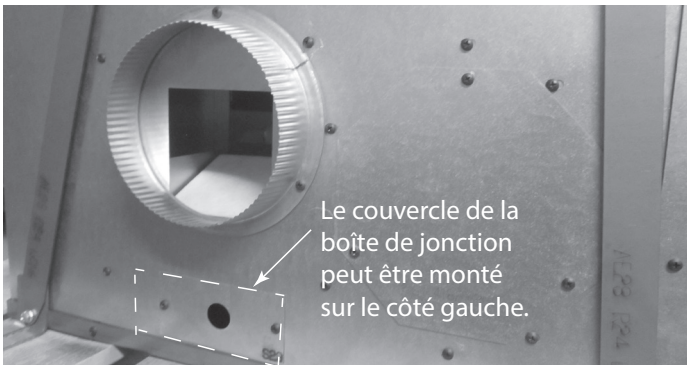
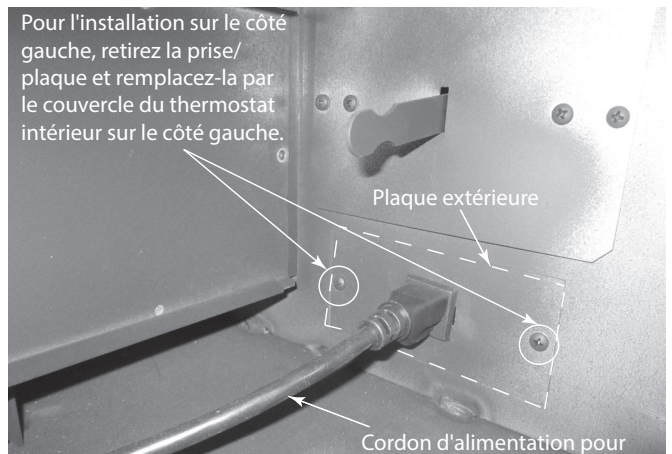

Figure 4.1 Couvercle de boîte de jonction (côté droit représenté)
Figure 4.4 Boîte de jonction montrée sur le côté droit
- Retirez le couvercle de la boîte de jonction sur le côté droit inférieur du foyer pour accéder aux fils de la prise. Voir les figures 4.1 et 4.2. **REMARQUE :** L'alimentation peut entrer des deux côtés en changeant les couvercles sur la coque extérieure et en changeant la plaque de prise dans la zone d'accès inférieure vers l'autre côté. Voir la figure 4.4.